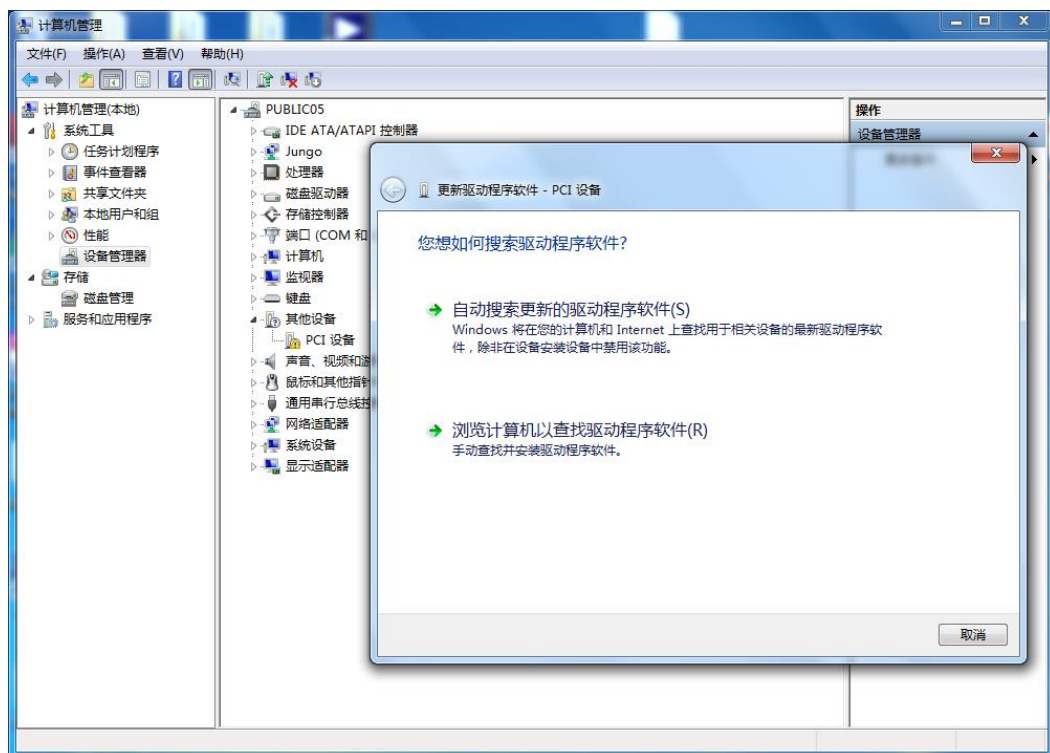
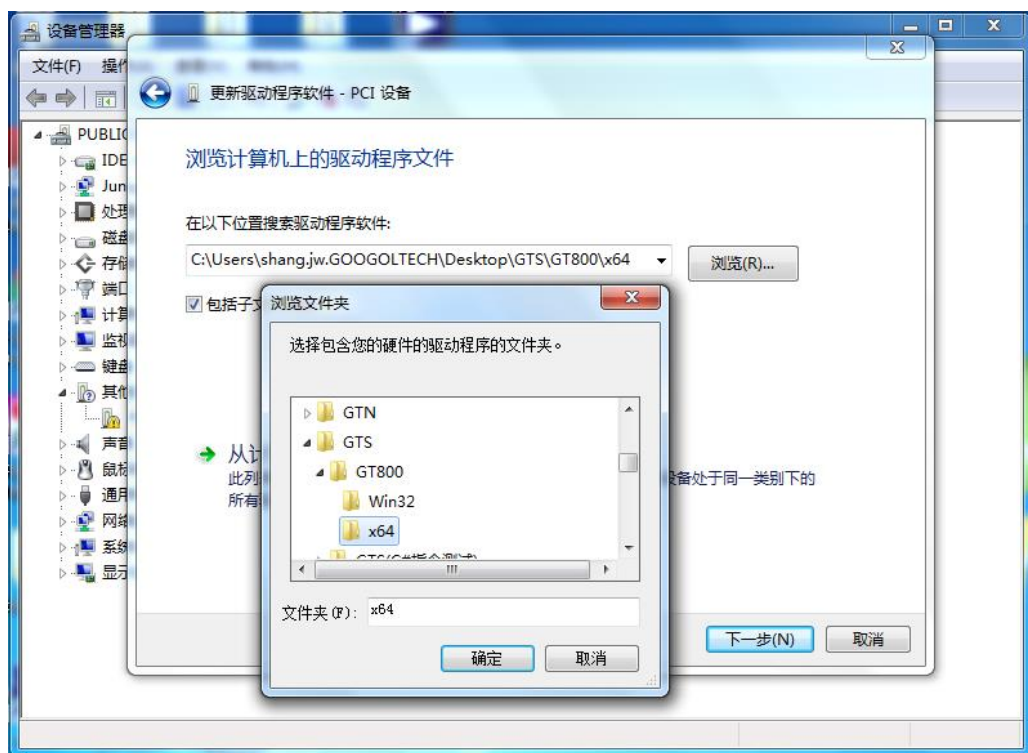
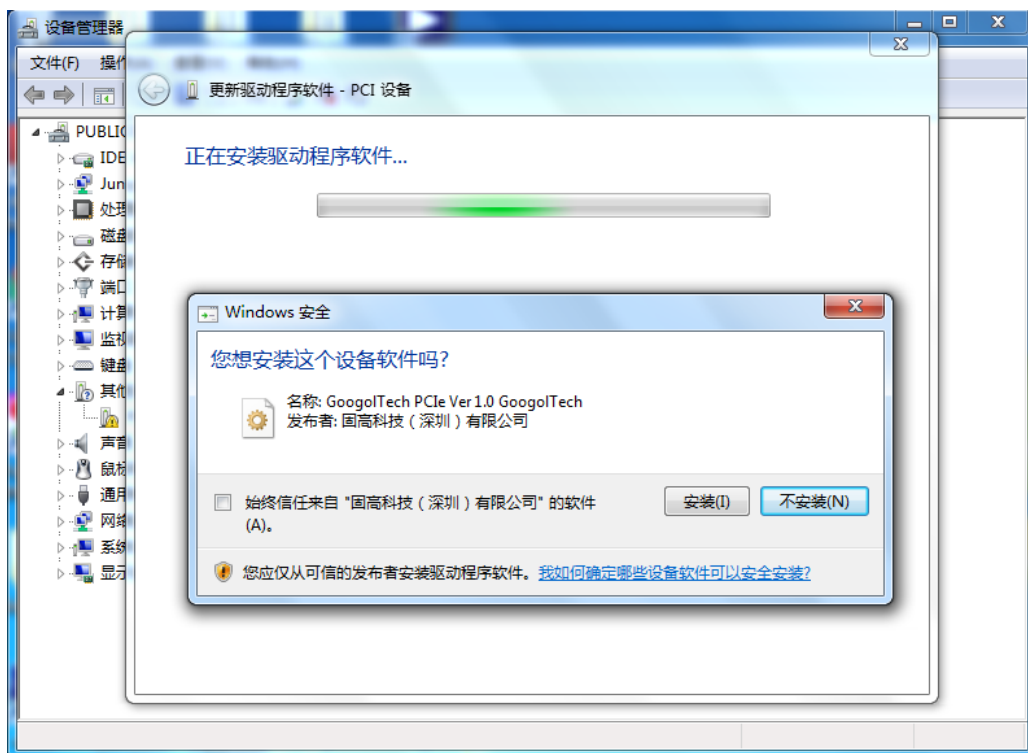
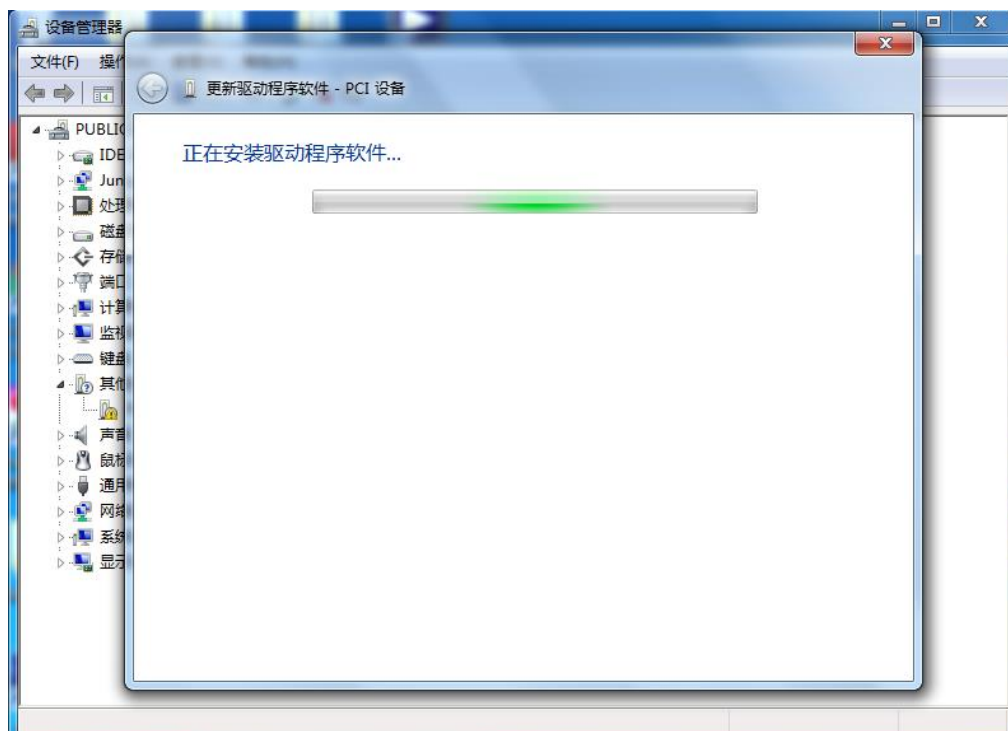

图 2-12 运动控制卡驱动程序安装界面 2
图 2-13 运动控制卡驱动程序安装界面 3
图 2-14 运动控制卡驱动程序安装界面 4
图 2-15 运动控制卡驱动程序安装界面 5
- (3) 右击【PCI 设备】，点击【更新驱动程序软件】，显示界面如图 2-12 所示。
- (4) 在图 2-12 所示的界面中, 点击【浏览计算机以查找驱动程序软件】, 在弹出的界面中点击【浏览】, 找到驱动程序所在的位置 (本电脑为 64 位操作系统, 故安装 64 位驱动程序, 若用户电脑为 32 为操作系统, 则安装相应的 32 位驱动程序), 选中后点击【确定】, 如图 2-13 所示。
- (5) 在找到驱动程序所在位置之后，在图 2-13 所示的界面中点击【下一步】，弹出如图 2-14 所示的提示界面，勾选“始终信任来自‘固高科技（深圳）有限公司’的软件（A）”后，点击【安装】按钮，驱动安装过程中如图 2-15 所示。